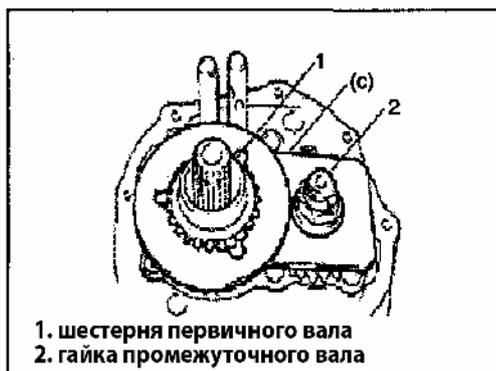

Рис. 354
6) При помощи специального инструмента снимите шестерню первичного вала, игольчатый подшипник (Рис.354). В случае, если шпоночное соединение очень плотное, необходимо применить съёмник шестерен.